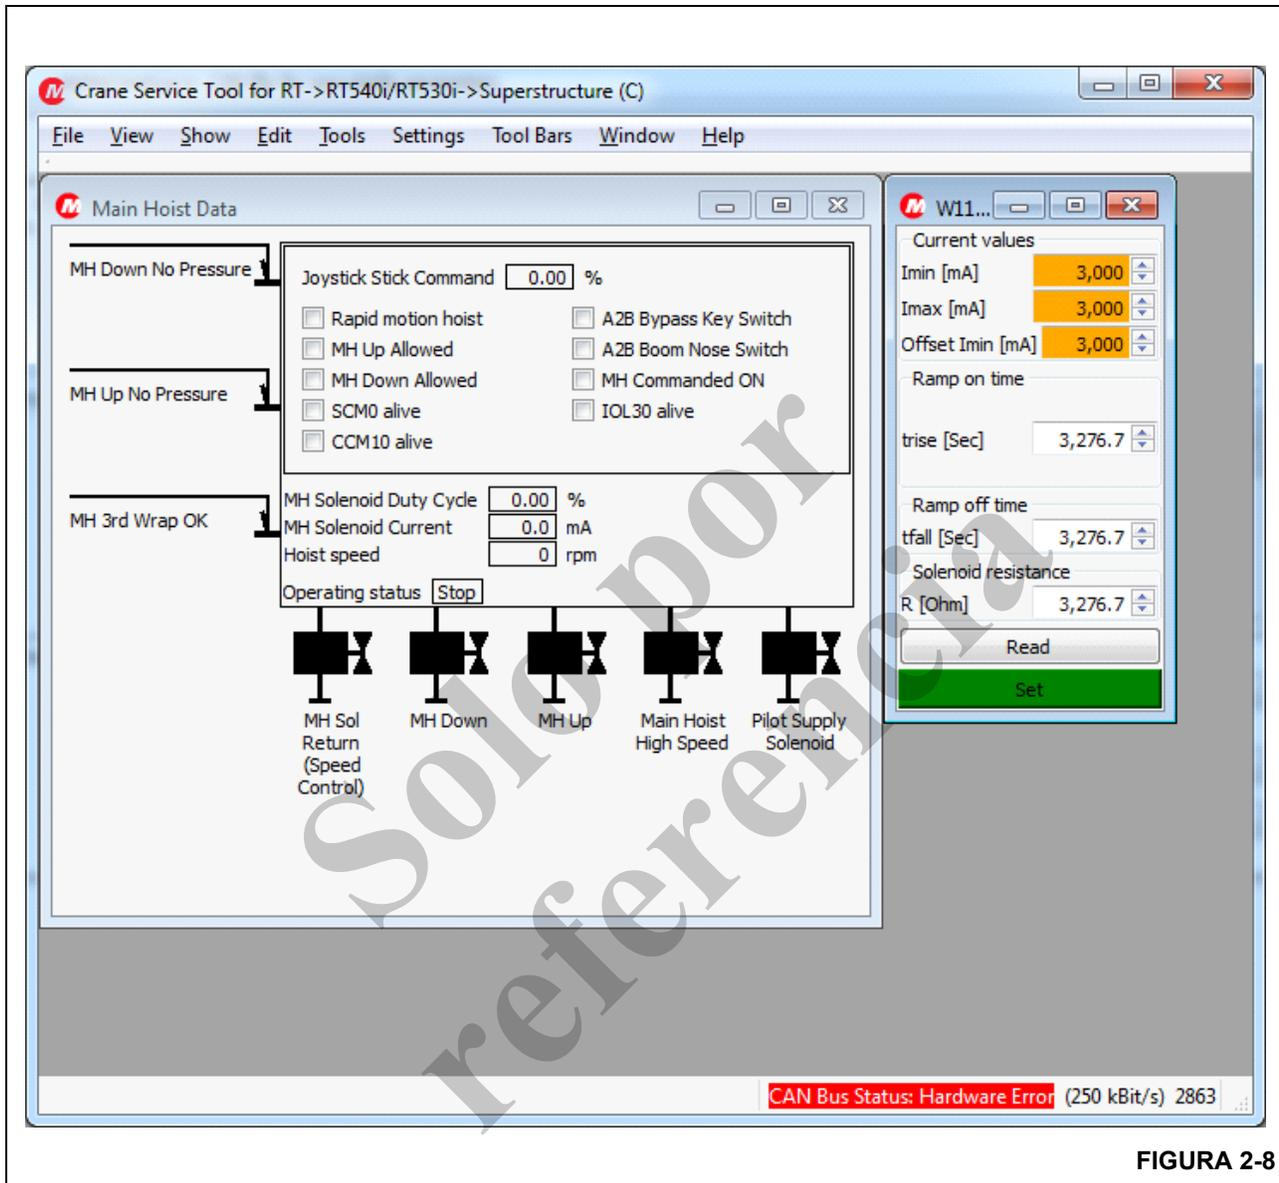

FIGURA 2-8
1. Conecte una computadora portátil al conector para diagnóstico de la cabina y verifique que CAN C esté seleccionada (posición 3 en la perilla selectora de CAN) (Figura 2-8).
5. Los ajustes de gama actuales para cada función se encuentran en la herramienta de servicio de la grúa, en Ver->Superestructura de la barra de menú. Seleccione la función y se abrirá una segunda ventana. Seleccione el icono de solenoide de control de velocidad que normalmente se encuentra en la parte inferior izquierda de la ventana. Se muestra un ejemplo para el malacate principal (Figura 2-8).